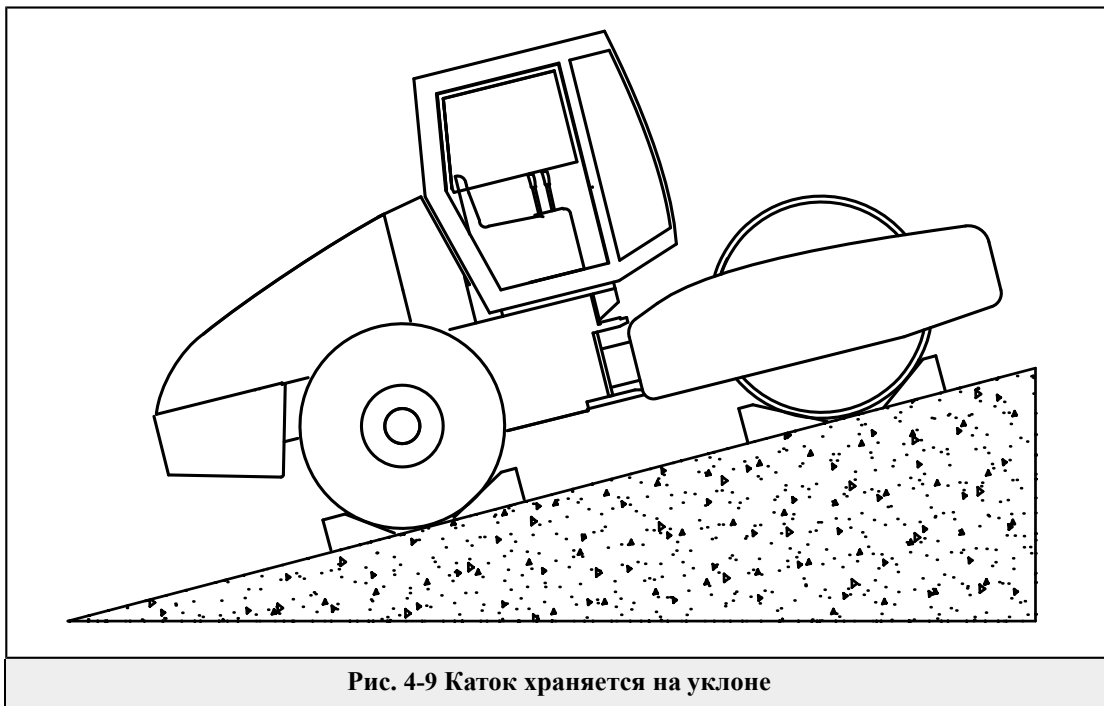

Рис. 4-9 Каток храняется на уклоне
- После того, как дорожный каток закончит свою работу, его следует остановить на открытой ровной площадке. Если вам нужно остановиться на уклоне, используйте камни или деревянные клинья на заблокировку переднего и заднего колеса (Рис. 4-9) для предотвращения несчастных случаев;